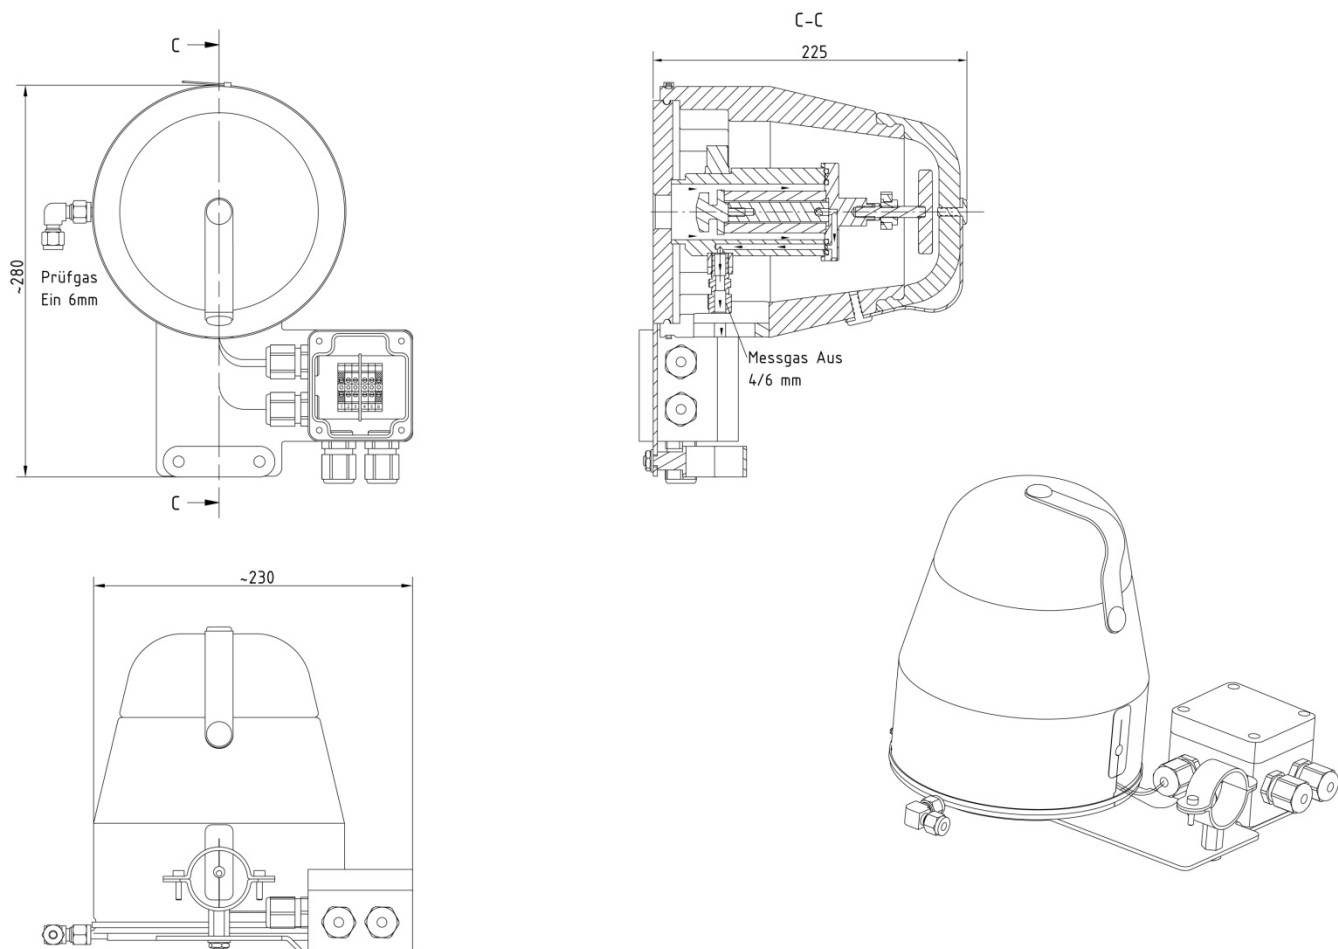

Abbildung 1 Abmessungen und Aufbau der SP180-H
- Für den Anschluss der Kalibriergasleitung steht eine Rohrverschraubung der Dimension $\varnothing 6 \times 1$ mm (DN4/6) zur Verfügung (siehe Abbildung 1).